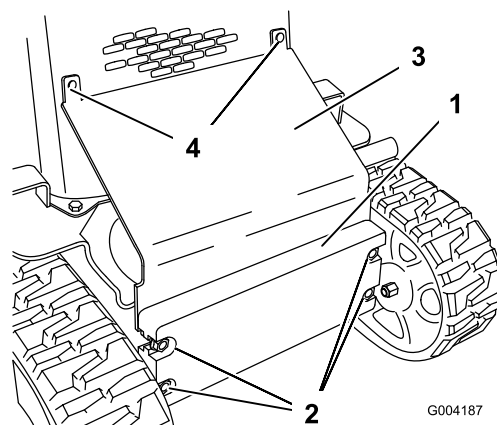

Figura 25
- Allentate i bulloni di fissaggio del peso anteriore (Figura 25).
- Rimuovete i bulloni a testa tonda e i dadi che fissano lo schermo termico (Figura 25).
10. Fate scorrere lo schermo termico tra il telaio e il peso anteriore e fissatelo alla griglia anteriore con i bulloni a testa tonda e i dadi precedentemente rimossi (Figura 25).
11. Serrate i bulloni di fissaggio del peso anteriore (Figura 25).